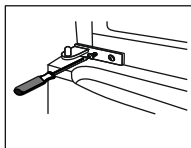

Рисунок 26
8. Измените направление средней петли на 180°, затем переместите её в правильное левое положение. Вставьте штырь средней петли в верхнее отверстие нижней двери, закрутите болты (рис. 26).